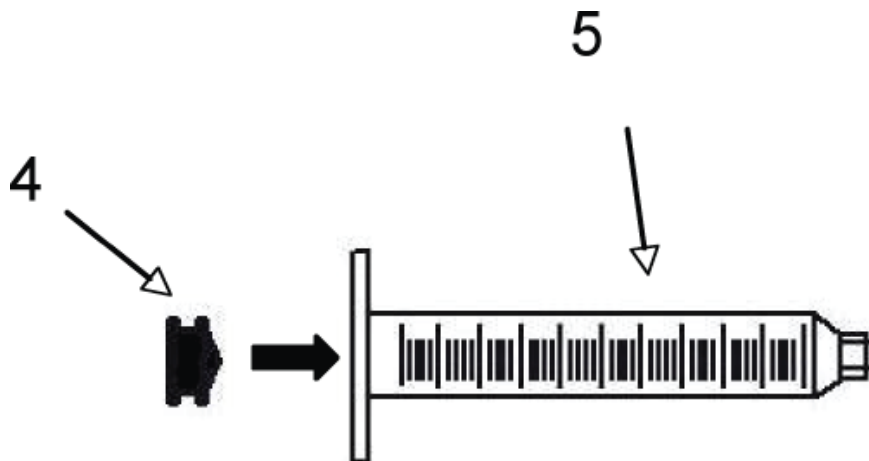
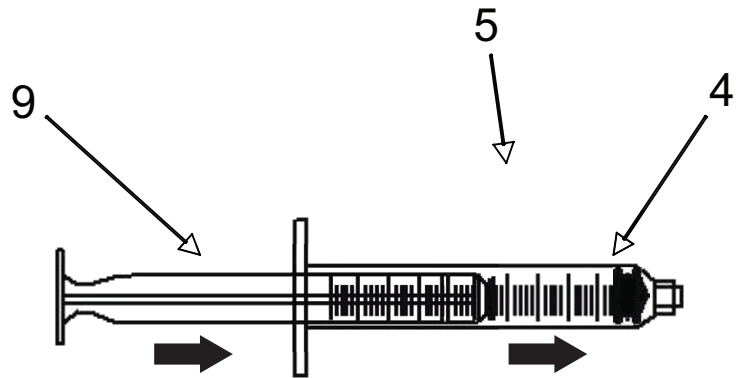

Figura 4.19. Ajustes de extracción de líquido viscoso.
Figura 4.20. Ajustes de extracción de líquido viscoso.
4. Sitúe el pistón negro dentro del cilindro de la jeringa y utilice el émbolo para empujar el pistón hacia abajo hasta la punta de la jeringa. (Consulte Figura 4.19 y Figura 4.20.)